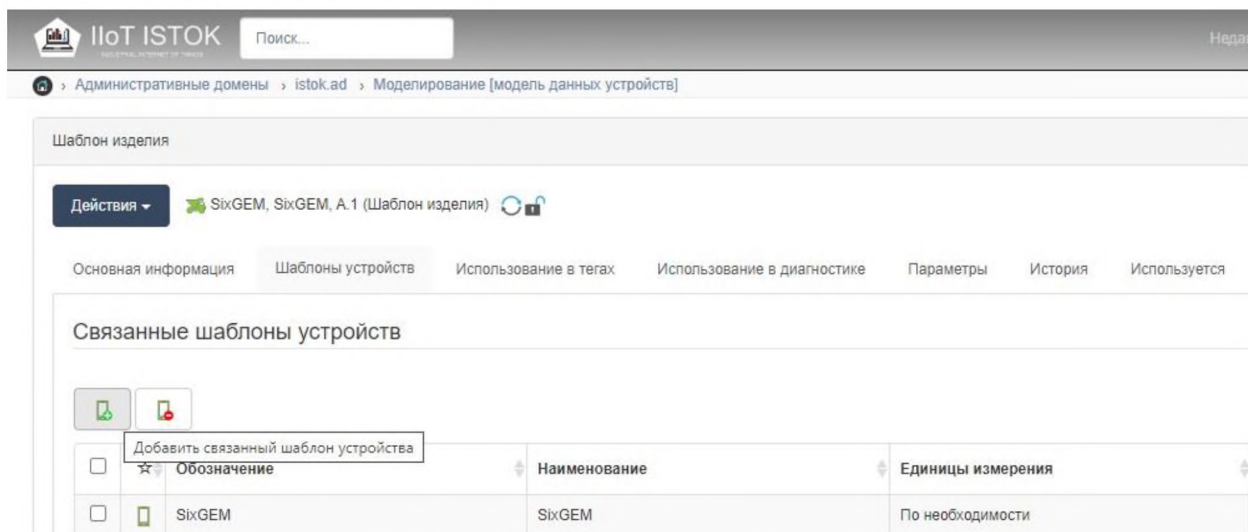

Рисунок 49 – Добавление связанного шаблона устройства
- 7) Перейдите на вкладку **Шаблоны устройств** и нажмите кнопку  **Добавить связанный шаблон устройства** (рис. 49).